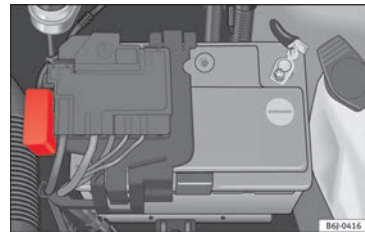

Abb. 40
- Drücken Sie die Verriegelungslaschen, um die Abdeckung des Sicherungskastens zu entriegeln »» **Abb. 40**